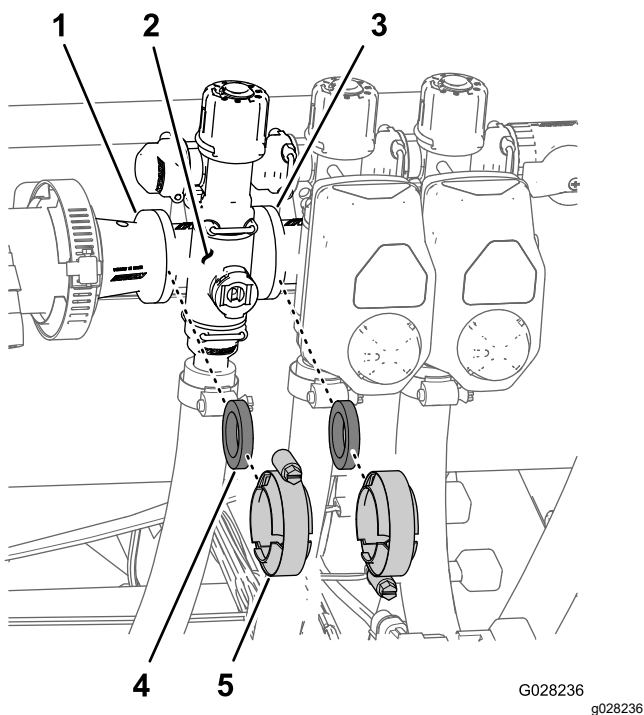

Figure 74
1. Déposez les colliers et les joints qui fixent le collecteur de la vanne de section (Figure 74) à la vanne de section adjacente (et au raccord réducteur s'il s'agit de la vanne de section gauche).